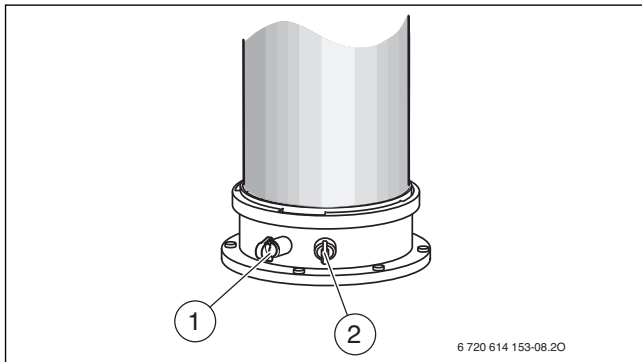

Fig. 41
- ▶ Retirar los tapones de los soportes de medición de aire de combustión [2] (→ fig. 41).
- ▶ Retirar tapones de los soportes de medición de gases de escape [1] (→ fig. 41).